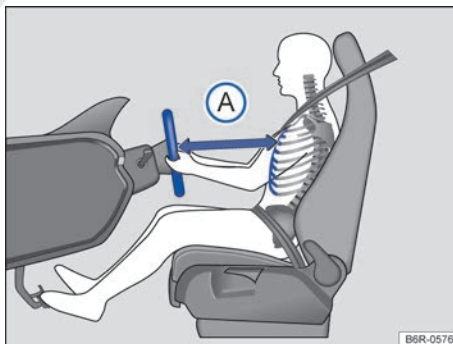
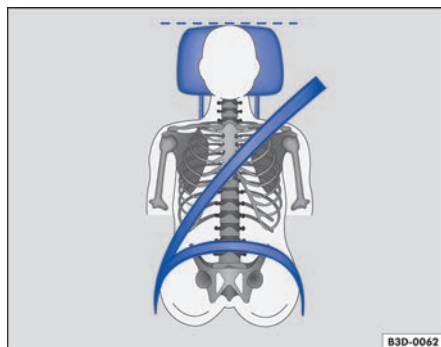

Fig. 33 La distancia correcta entre el conductor y el volante **A** debe ser de, como mínimo, 25 cm.
Fig. 34 Posición correcta de la banda del cinturón y ajuste correcto del apoyacabezas.
- Ajustar el asiento para que la distancia entre éste y el tórax tenga como mínimo 25 cm → fig. 33 A) y que el conductor pueda asegurar el volante por el borde externo con las dos manos y los brazos ligeramente doblados.
- Para los asientos con apoyacabezas: ajustar el apoyacabezas para que su borde superior se encuentre preferentemente en la misma línea de la parte superior de la cabeza → fig. 33 y → fig. 34 – pero no por debajo de la altura de los ojos. Posicionar la parte posterior de la cabeza lo más cerca posible del apoyacabezas.